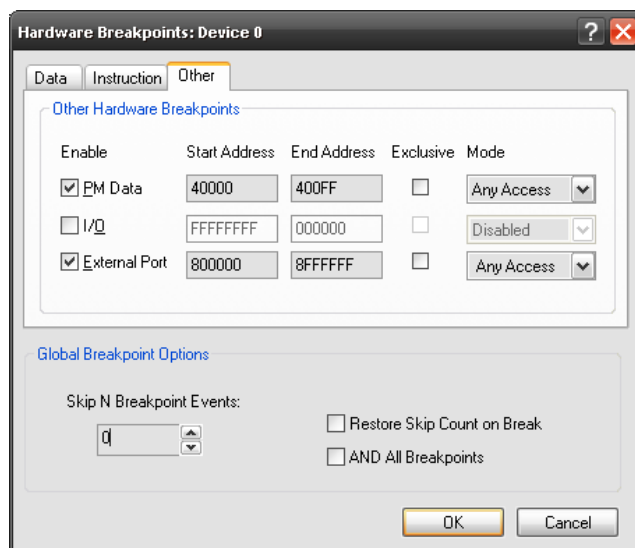

Рис. 2.13. Установка точек аппаратного останова при доступе к памяти по шинам PM, I/O и через внешнюю шину
- останов при доступе к памяти по указанным шинам данных. Имеется возможность остановить выполнение программы при доступе к памяти по шине PM, по шине I/O (например, при DMA-пересылках), или при доступе к данным по общей внешней шине через внешний порт (например, при доступе к пространству внешней памяти) – рис. 2.13.